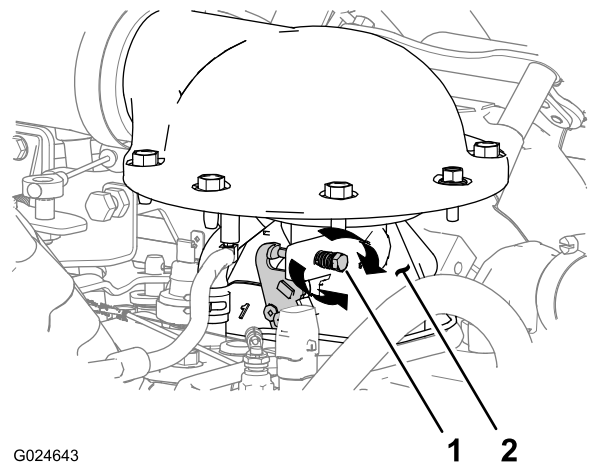

図 84
3. エンジン回転数が1100 rpm よりも速い場合には、スロットルボディについているアイドル調整ねじを右または左に回して、ロー・アイドルを1100 rpm に調整する 図 84。